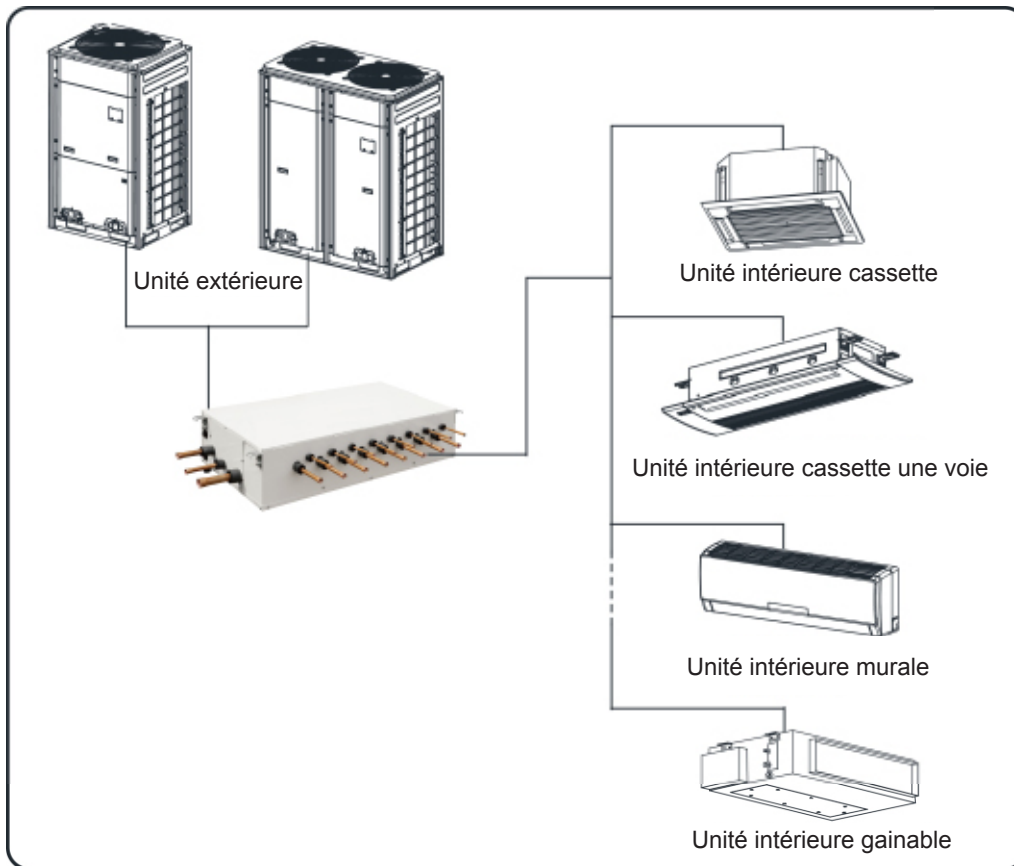

Fig. 2.3.1
- (3) Les unités extérieures du système DRV multiple d'onduleur DC à récupération de chaleur de Gree peuvent être raccordées à des unités intérieures DRV multiples, qu'elles soient de type cassette, cassette une voie, murales ou gainables, comme indiqué dans la Fig. 2.3.1. Lorsque l'une des unités intérieures recevra une commande de fonctionnement, l'unité extérieure commencera à fonctionner selon la puissance requise. Lorsque toutes les unités intérieures s'arrêtent, l'unité extérieure s'éteint. Veuillez noter que l'unité extérieure ne peut pas être raccordée directement à l'unité intérieure. L'échangeur de mode de pompe à chaleur doit être installé entre les unités intérieure et extérieure.